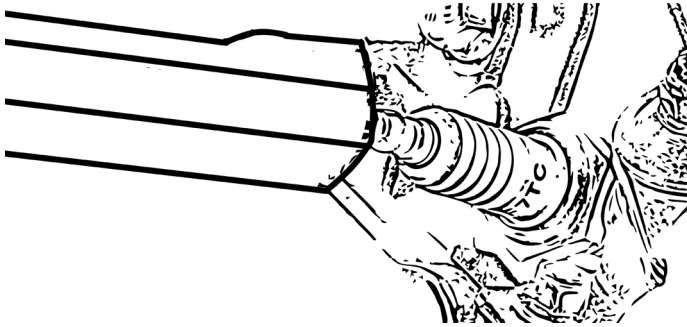

Bild 26
- Lossa tändstiftet med hjälp av tändstiftsnyckeln, Fig. 26.